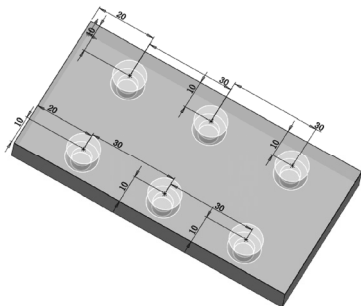

图 5-106 标注孔位置
7) 选择菜单栏中的“工具”→“标注尺寸”→“智能尺寸”命令，标注添加 6 个点的定位尺寸，如图 5-106 所示。